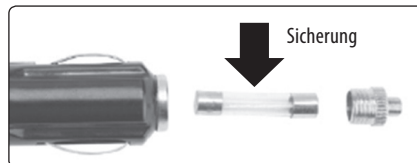

Abb. 10
- Sofern es nicht zur Aufladung der Anlage kommt, während der Motor in Betrieb ist, überprüfen Sie, ob Spannung in der Steckdose des Fahrzeuges vorhanden ist und auch die Kompaktheit des Drahtes im 12 V Stecker des Kabels. Für den Zutritt zur Sicherung ist es nötig, die Kappe am 12 V Stecker abzuschrauben (siehe Abb. 10). Im Falle, dass die Sicherung defekt ist, ersetzen Sie diese gegen eine neue (Sicherungstyp F2AL 250 V).